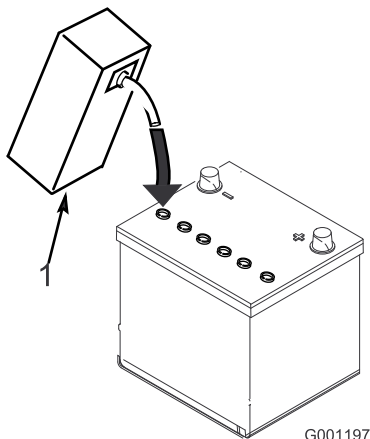

図 5
3. 各セルの電極板が液面下 6 mm程度に水没するまで、電解液を慎重に入れる (図 5)。
4. 電極板が液を吸収するまで20-30分間程度待つ。必要に応じて、電極板が 6 mm程度水没するぐらいに電解液を補充する (図 5)。